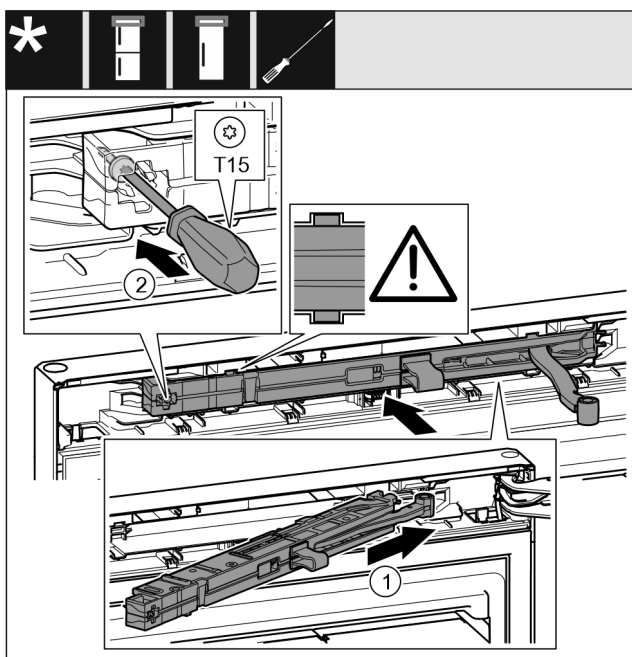

Fig. 49
- ▶ Enoto blažilnikov za zapiranje vrat na strani ležajnega podstavka potisnite v odprtino do prislonu. *Fig. 49 (1)*
- ▶ Trdno privijte vijak z izvijačem T15. *Fig. 49 (2)*